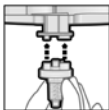

Abb. 2
3. Setzen Sie einen der beigegefügt Dynamix Mixing Tips über die Austrittsöffnungen der Kartusche (Abb. 2)